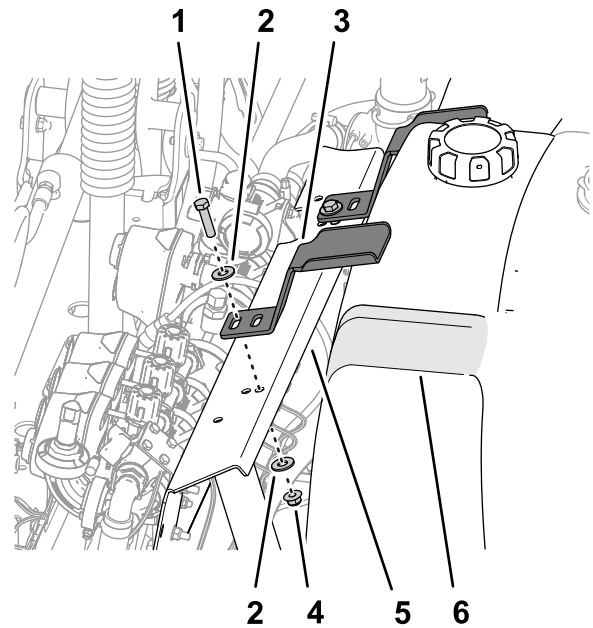

Figure 14
- Alignez la fente du dispositif de maintien et le trou du support de vannes (Figure 14).
- Répétez les opérations 2 à 4 pour l'autre dispositif de maintien sur l'autre creux du réservoir de rinçage (Figure 14).
- Placez le dispositif de maintien en face du creux au sommet du réservoir de rinçage (Figure 14).